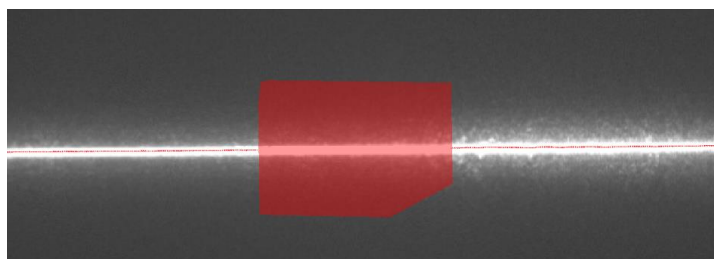

图3-26 屏蔽区域绘制
4. 在图像上单击鼠标左键确定点的位置，拖动光标绘制线条，绘制错误的点可通过单击鼠标右键删除，最后双击鼠标左键即可完成多边形绘制，效果如 图3-26 所示。